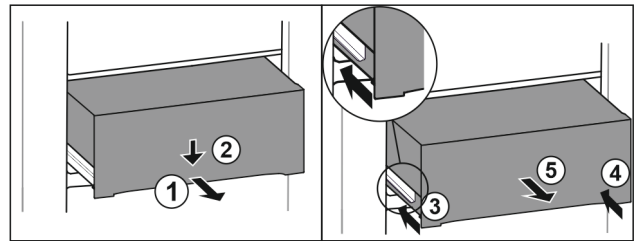

Fig. 139
- Schubfach halb herausziehen. Fig. 139 (1)
- Schubfach an der Vorderseite nach unten drücken. Fig. 139 (2)
- Linke Schiene etwa 2 cm einschieben. Fig. 139 (3)
- Rechte Schiene etwa 2 cm einschieben. Fig. 139 (4)
- Schubfach nach vorne entnehmen. Fig. 139 (5)